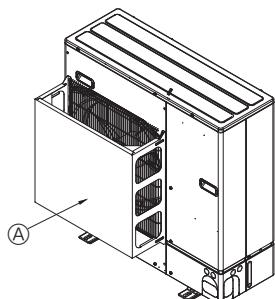

Fig. 2-5
- ② Installeer een optionele luchtgeleider als het apparaat wordt geïnstalleerd op een plaats waar krachtige windstoten bij storm etc. rechtstreeks de luchtauitlaat kunnen binnendringen. (Fig. 2-5)